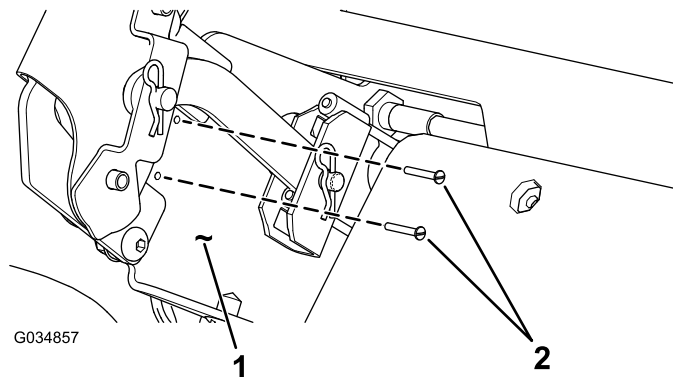

图3
2. 将 2 个螺丝 (#4 x 3/4 英寸) 穿过驻车刹车支架右侧的 2 个孔，然后将其插入开关 (图3)。